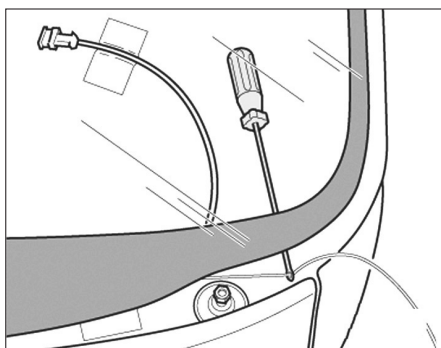

FIG. 3
- Mettre le fil tranchant autour de la glace (Fig.3).